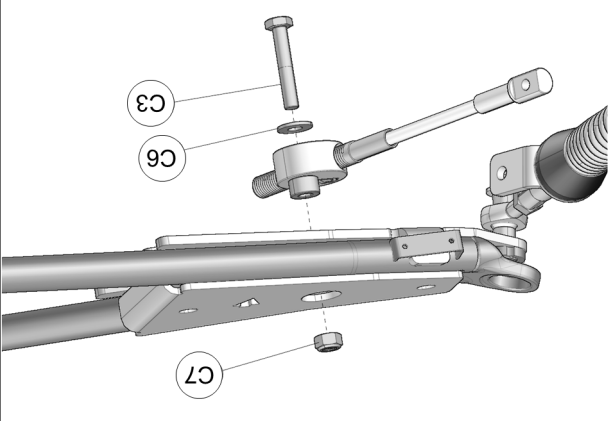

Fig. 25
12. Positionner le disque du câble assemblé du limiteur de conduite sous l'ancrage (C7) par le dessous, l'écrou (C6) et la rondelle (C6) par le dessus, le limiteur de conduite en place. Serrer l'écrou à un couple de 50 N•m [37 lb•pi]. Voir la Fig. 25